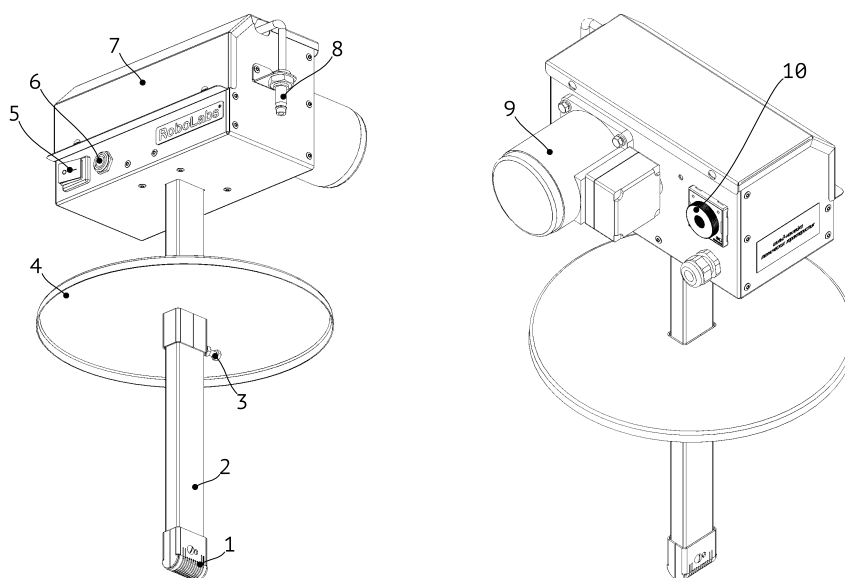

Рисунок 1
Основные компоненты изделия представлены на Рис. 1:
3. Установите кнопку включения изделия в положение (I).
5. Нажмите кнопку подачи масла на изделии (Рис. 1, поз. 6), убедитесь, что масло подаётся через трубку подачи масла.
7. Установите кнопку включения изделия в положение (O).